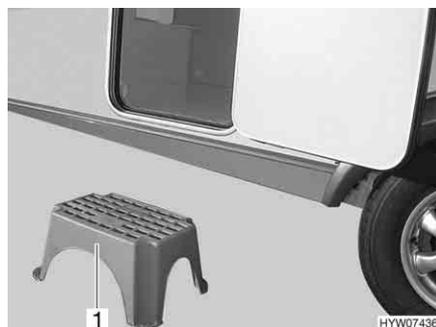

Fig. 20 Escalón de entrada (independiente)
- Colocar el escalón de entrada (Fig. 20,1) delante de la entrada de la caravana.